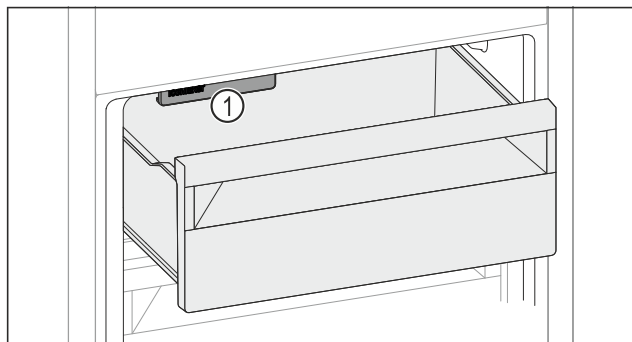

Fig. 182
- Tenere in considerazione l'IceMaker Fig. 182 (1).